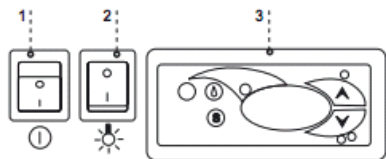

Figura 8 Pannello di comando
- Premere l'interruttore principale presentato nella Figura 8 (p. 9). In questo modo verrà avviato il termostato e, successivamente, il gruppo frigorifero del dispositivo.